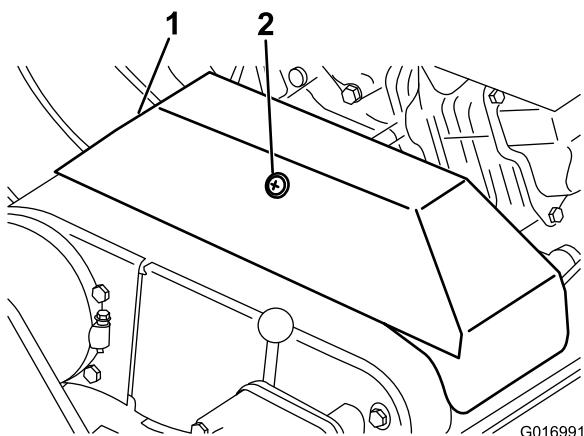

Figura 33
3. Allentate l'ancoraggio di fissaggio del copricinghia della cinghia trapezoidale, e girate il copricinghia per aprirlo (Figura 33).